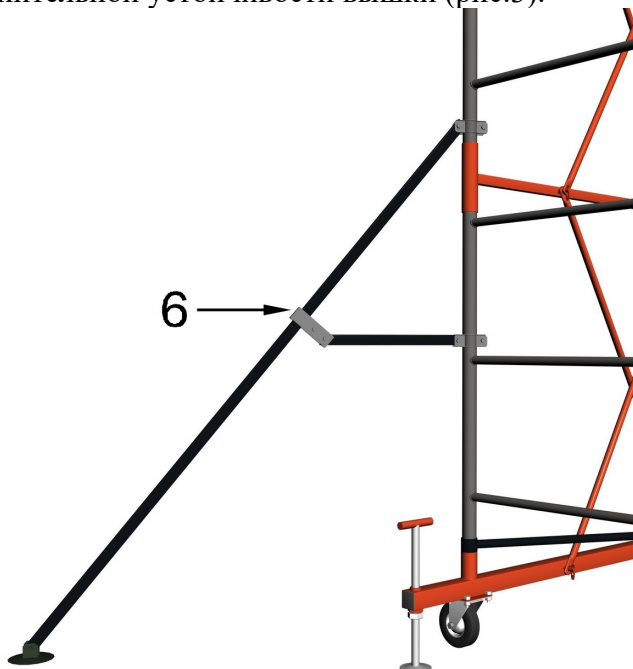

рис.3
5.1. При сборке вышки высотой 7.5 метров (5 секции включительно), у основания необходимо закрепить стабилизаторы (6) для дополнительной устойчивости вышки (рис.3).